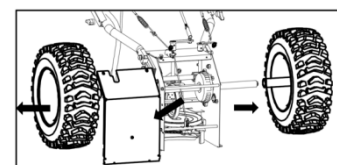

Figura 24
b. Remover as rodas esquerda e direita, removendo as juntas de encaixe em lado das rodas. Ver figura 24